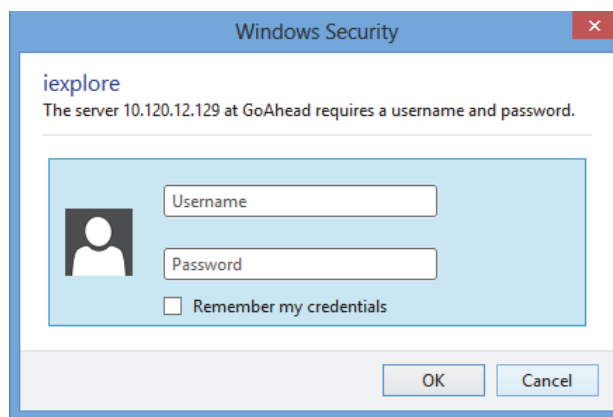

figura 41.2: Janela de início de sessão
- 4 Clique no botão *Continue* para aceder à interface da web. Aparece um ecrã semelhante ao da figura 41.2.